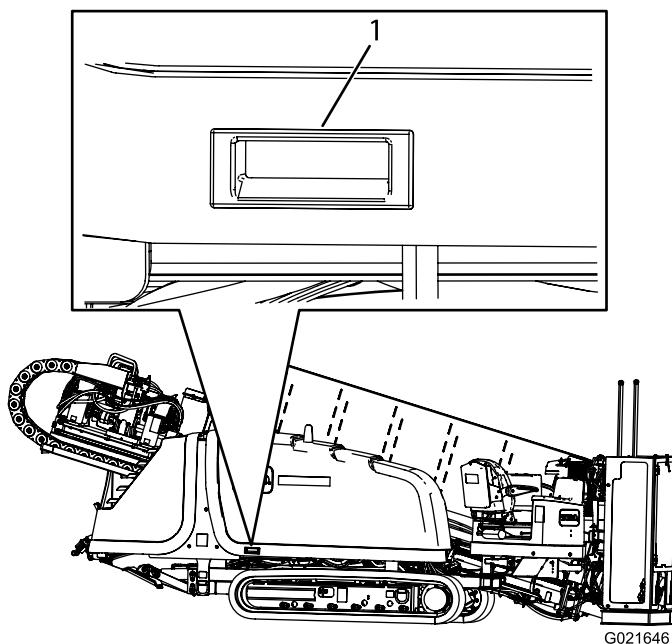

Рисунок 59
3. Поднимите опорную штангу, как показано на Рисунок 59.